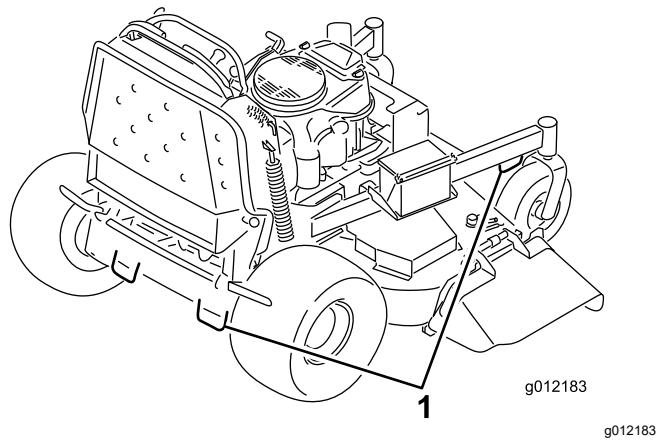

Figure 30
7. Arrimez la machine près des roues pivotantes avant et du pare-chocs arrière à l'aide de sangles, chaînes, câbles ou cordes (Figure 30). Reportez-vous à la réglementation locale concernant les exigences en matière d'arrimage.